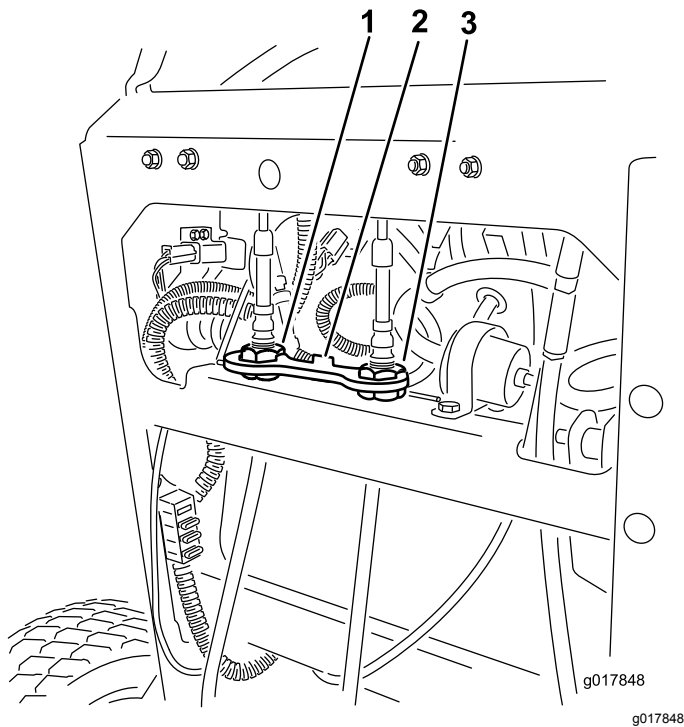

Bild 67
- Setzen Sie das Kabelschloss in die Kabeleinstellmuttern ein, um die Einstellung zu arretieren (Bild 67).